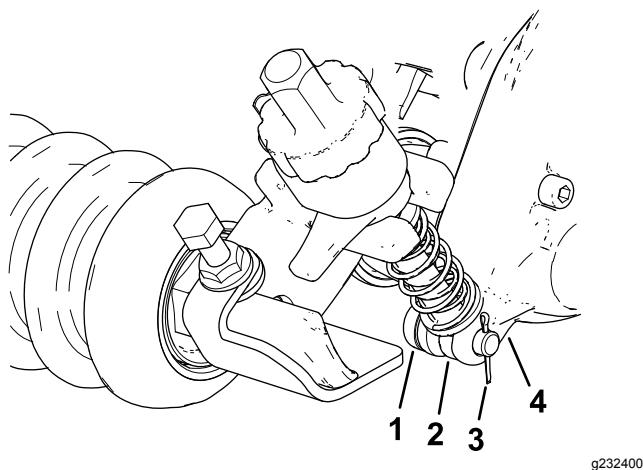

Рисунок 10
2. На стороне блока привода механической щетки переместите шток рычага регулятора на кронштейн высоты скашивания (НОС) в зазор на блоке привода механической щетки и закрепите его при помощи штифта регулятора и шплинта, как показано на Рисунок 10.